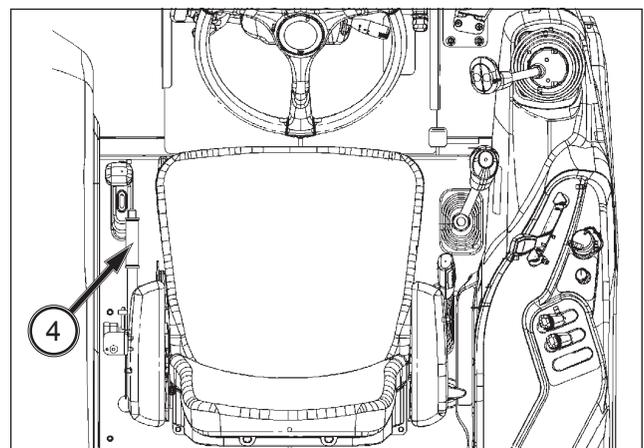

FIG. 55
**FIG. 55 :** Le frein de stationnement agit sur les roues arrière du tracteur. Pour serrer le frein, relevez le levier de frein de stationnement (4). Pour desserrer le frein de stationnement, appuyez sur le bouton situé à l'extrémité du levier et poussez le levier vers le bas.